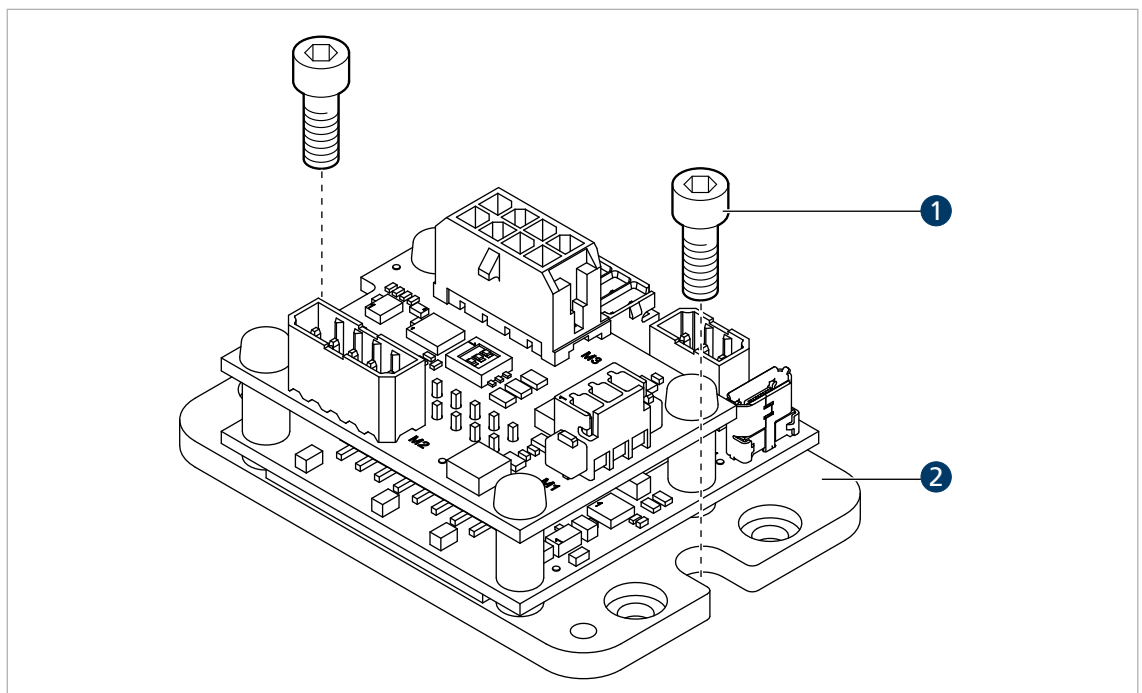

Abb. 9: Montage an den seitlichen Laschen
- ▶ Motion Controller (2) mit Schrauben (1) gemäß Abb. 9 auf Montagefläche befestigen.